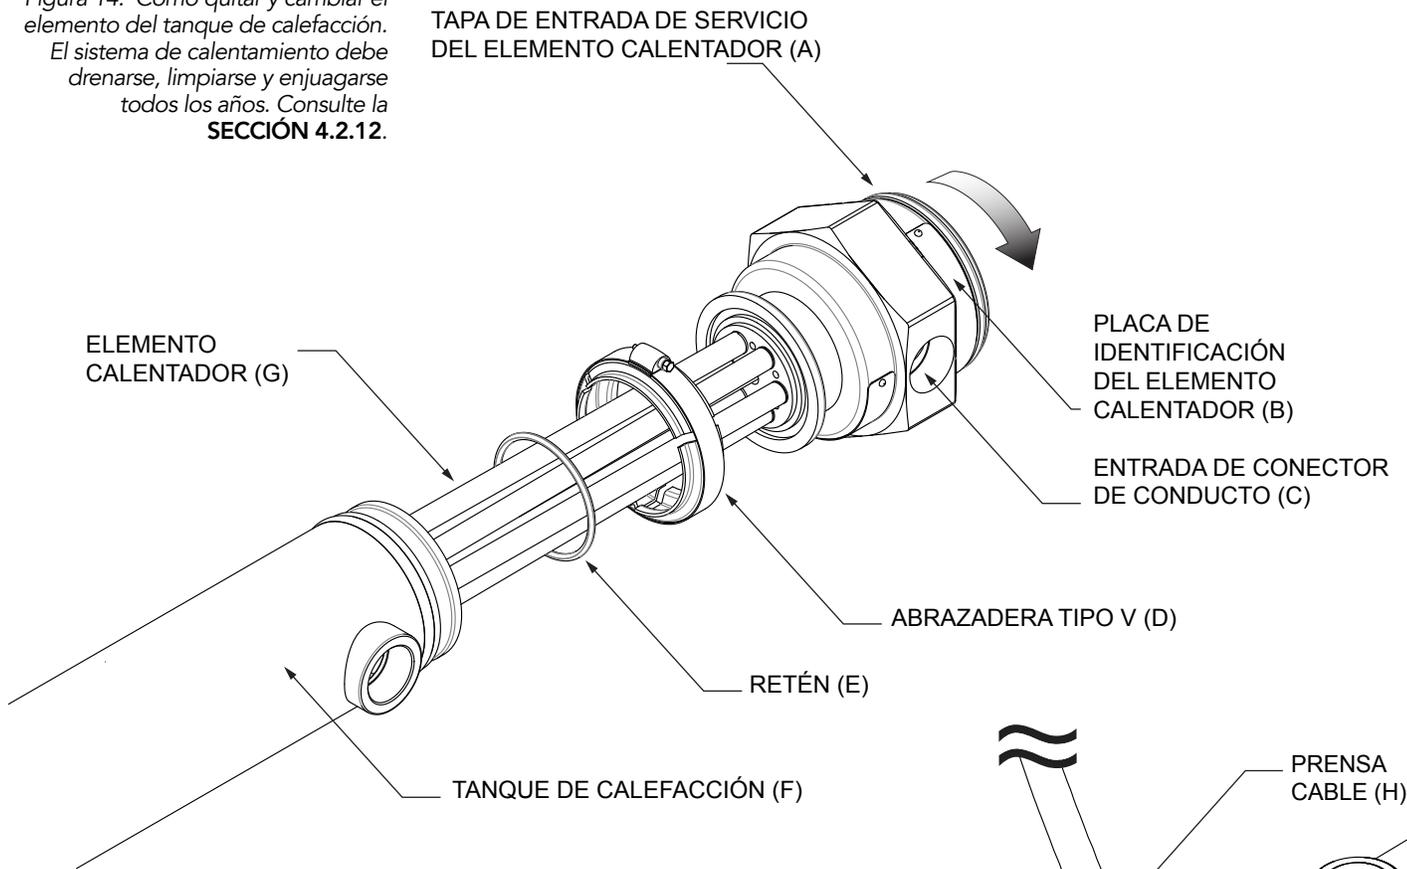

Figura 15. El prensa cable conectado con el conjunto del elemento. Desenrosquelo para quitar el cableado del elemento.
7. Desenrosque el prensa cable **(H)** de la entrada del conector de conducto **(C)**. Quite el cable eléctrico y los cables del elemento calentador. Consulte la *Figura 15*.